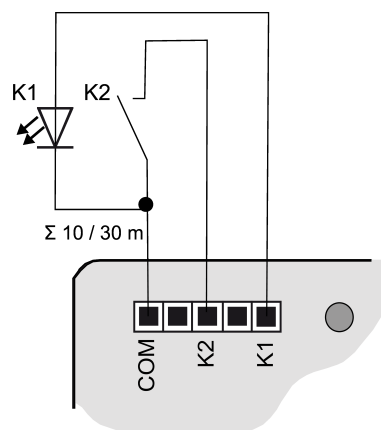
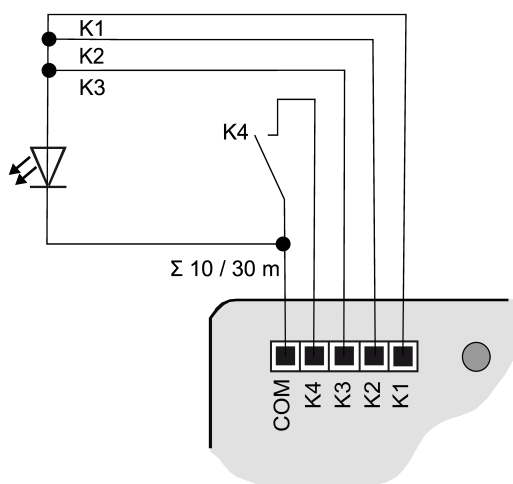

Bild 3: Anslutningsexempel strömställargränssnitt med 2 utgångar
Bild 6: Anslutningsexempel med parallellkopplade utgångar
- Anslut knappar, strömställare, kontakter, lysdioder eller NTC enligt anslutningsexemplen med de bifogade anslutningsledningarna (4) (se bild 3) till (se bild 6). I anslutningsexemplen visas användningen med in- och utgångar.
- i** För att öka utgångsströmmen kan utgångar även parallellkopplas om de har samma parameterinställning. I exemplet (se bild 6) **K1-K3** är de parallellkopplade.